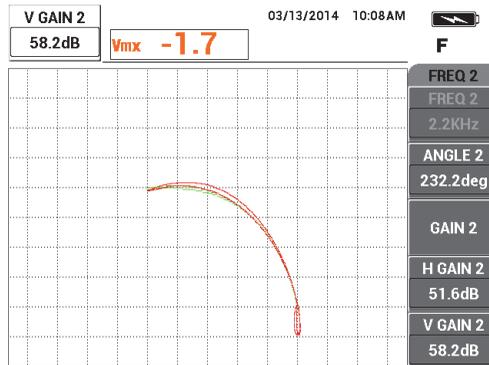

Figura 5-126 Ajuste de la amplitud vertical de la señal de frecuencia 2
16. Pulse nuevamente la tecla GAIN (**dB**) y, después, incremente la amplitud vertical de la señal de frecuencia 2 (roja) hasta extenderla 4 divisiones por debajo del punto nulo. Vea la Figura 5-126 en la página 235.